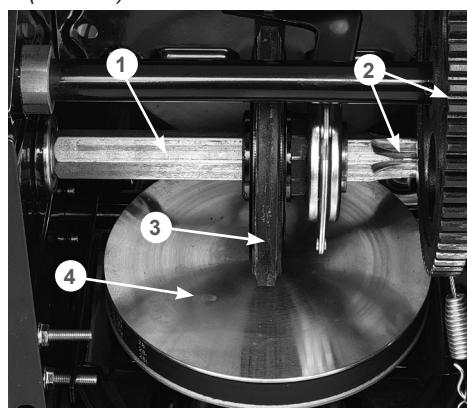

Рис. 39 Обслуживание трансмиссии
Если при нажатом рычаге включения хода снегоотбрасыватель не движется или при нажатии на рычаг включения хода слышны посторонние звуки, а регулировка длины троса включения хода не позволяет устранить проблему, возможно, фрикционное колесо 3 (Рис. 39) полностью износилось и его необходимо заменить.
4. Нанесите универсальную низкотемпературную смазку CHAMPION EP-0 тонким слоем на шестигранный вал 1 фрикционного колеса и зубья шестерен 2 (Рис. 39).
Не допускайте попадания смазки на резиновое фрикционное колесо 3 и ведущий диск 4 (Рис. 39).
5. Проверьте состояние фрикционного колеса 3 (Рис. 39). Если высота резинового кольца относительно фрикционного колеса 2 мм и менее, если на резиновом кольце имеются повреждения и разрывы, фрикционное колесо необходимо заменить.